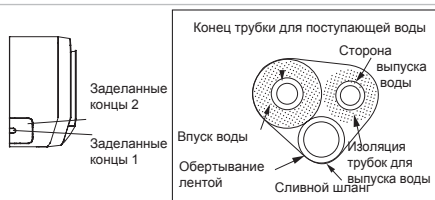

Рис. 10
(1) При протяжке трубопровода и электропроводки слева или справа от внутреннего блока по мере необходимости отрежьте заделанные концы от шасси (Рис.10)